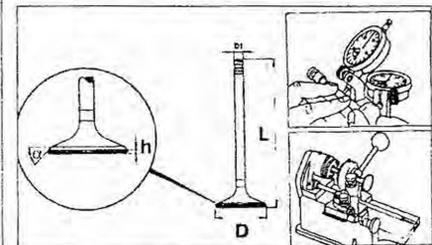

Рис. 2.25. Размеры клапана и измерение его биения.
4. Протрите клапаны и проведите визуальный осмотр. Клапаны с обгоревшими тарелками, недостаточной высотой тарелки клапана (**h**) или поврежденными и/или обгоревшими стержнями должны быть заменены (рис. 2.25).